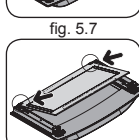

fig. 5.7
3. Retire o vidro interno (fig. 5.7) e limpe os vidros e a porta do forno com esponja, detergente neutro e água.